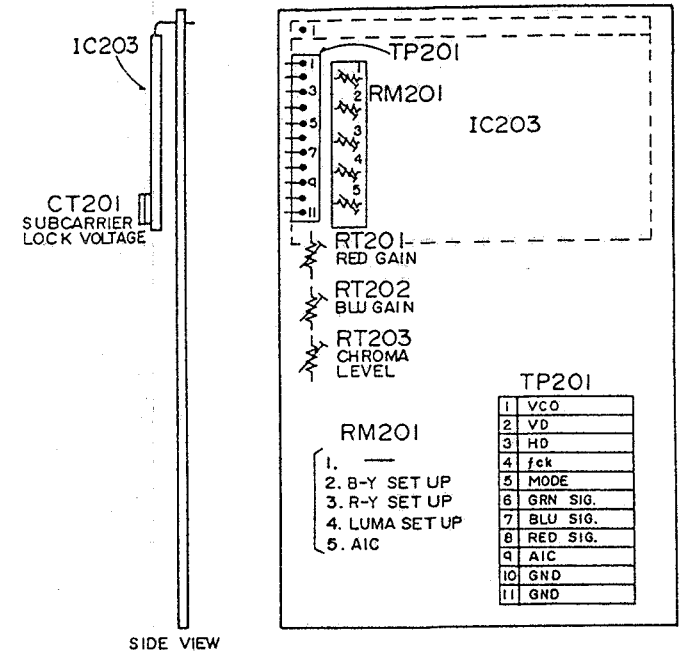

Fig. 4-52 Carte à circuits imprimés de traitement (face munie des composants)
10) Réglage du filtre cloche (Fig. 4-52)